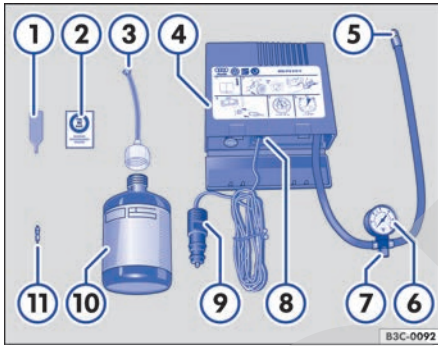

Fig. 203 Representación esquemática: componentes del kit reparapinchazos.
El kit reparapinchazos puede ir alojado en diferentes lugares dentro del vehículo, p. ej., en el maletero debajo del recubrimiento del piso. Se compone de los siguientes elementos → fig. 203:
11. Pegue el adhesivo → fig. 203 ② del kit reparapinchazos en el tablero de instrumentos dentro del campo de visión del conductor.
- Desenrosque el obús de la válvula con el desmontaobuses → fig. 203 ① y deposítelo sobre una superficie limpia.
- Agite enérgicamente la botella de sellante → fig. 203 ⑩ unas cuantas veces.
- Enrosque fijamente el tubo de llenado → fig. 203 ③ en la botella de sellante en el sentido de las agujas del reloj. El precinto de la boca de la botella se perfora automáticamente.
- Retire el tapón del tubo de llenado → fig. 203 ③ e introduzca el extremo abierto en la válvula del neumático por completo.
- Enrosque nuevamente el obús en la válvula del neumático con ayuda del desmontaobuses → fig. 203 ①.
- Enrosque fijamente el tubo de inflado → fig. 203 ⑤ del compresor de aire en la válvula del neumático.
- Compruebe que el tornillo de descarga de aire → fig. 203 ⑦ esté cerrado.
- Enchufe el conector → fig. 203 ⑨ en una toma de corriente de 12 voltios del vehículo → pág. 186.
- Encienda el compresor de aire con el conmutador de encendido y apagado → fig. 203 ⑧.
- Deje el compresor en funcionamiento hasta alcanzar una presión de 2,0 a 2,5 bares (29-36 psi/200-250 kPa) →  **No lo deje funcionar más de 8 minutos** → ①.
Vuelva a enroskar el tubo de inflado → fig. 203 ⑤ y compruebe la presión de inflado del neumático en el indicador ⑥.